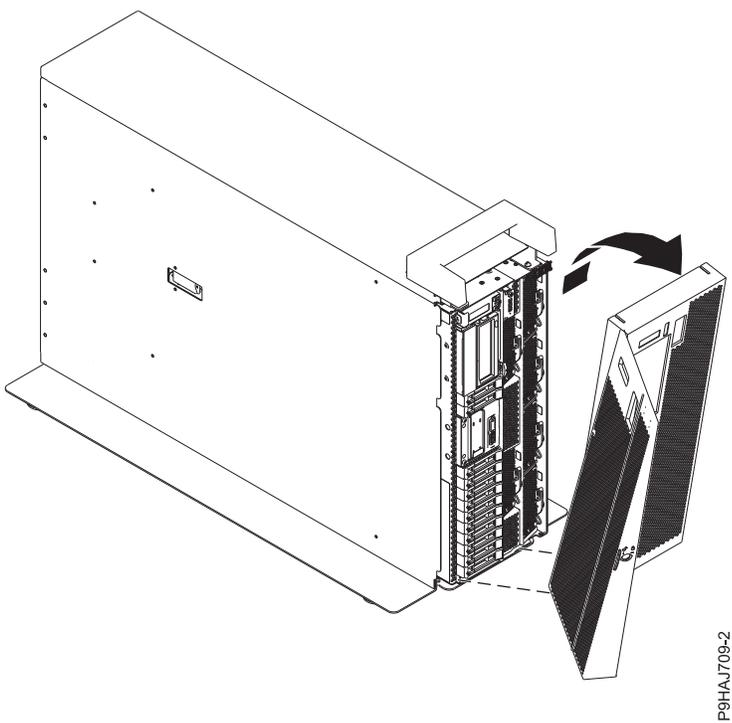

Figura 17. Remover a tampa anterior
4. Retire a tampa do sistema conforme apresentado na Figura 17. A tampa tem uma indentação onde pode segurá-la mais facilmente.